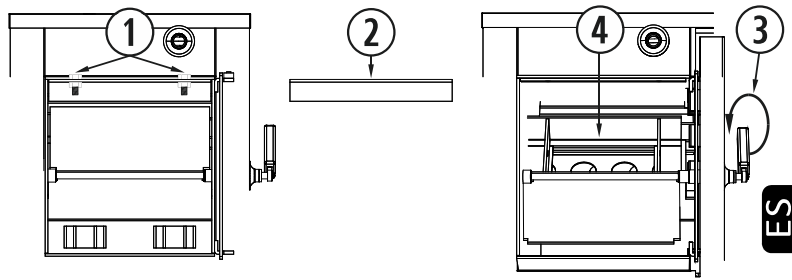

Figura 21
Abrir las puertas superiores frontal y trasera y afianzarlas con la varilla de sujeción (⑤), asegúrense que está correctamente fijadas para evitar posibles golpes, ver figura 21.